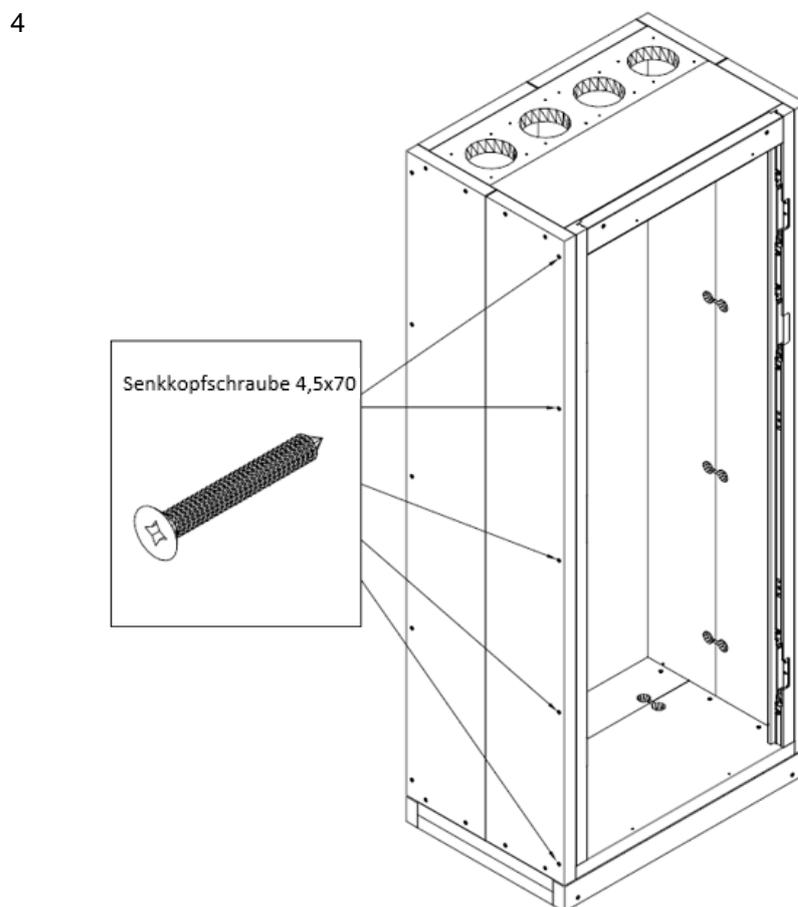

Abb.19
- 3 Durch die vorhandenen Bohrungen in den Seitenelementen die Vorbohrungen in den Zargen $\text{Ø}3,5$ max. 35mm tief erstellen. Anschließend Seitenelemente mit den Zargen mit Senkkopfschrauben 4,5x70mm verschrauben (Abb.19).